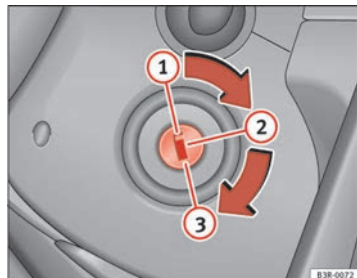

Fig. 139 Positions de la clé de contact
- Amenez la clé de contact en position ① ⇒ page 178, fig. 139.